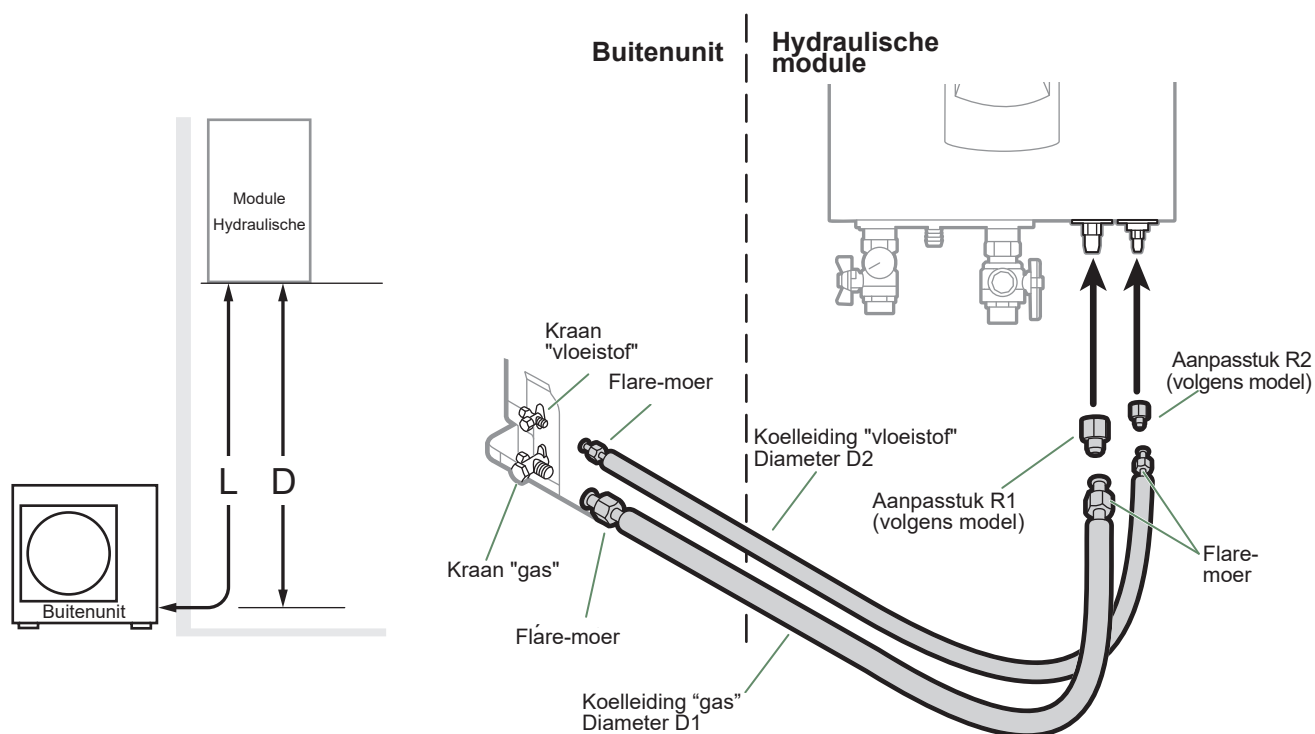

fig. 28 - Aansluiting van de koelleidingen (toegestane diameters en lengtes)
- Naargelang het geval, een adapter (verloopstuk) 3/8" - 1/4" of 5/8" - 1/2" aansluiten (zie fig. 28).